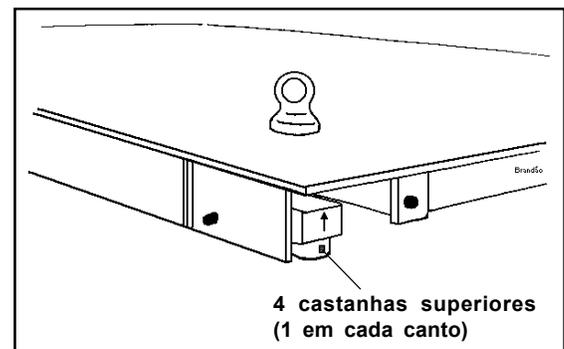

Figura 6
11. Levante a parte superior da plataforma (vide passo 4) e a posicione sobre o chassi. Note que existem 4 castanhas também nesta parte, que deverão se alinhar perfeitamente com as do chassi, tendo entre elas as esferas. (Figura 6)